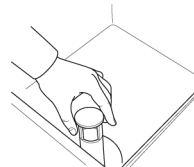

Abb. 12
- 5- Öffnen Sie die Tür und überprüfen Sie, ob sich alle internen Bestandteile, einschließlich des Überlaufs, an den jeweils dafür vorgesehenen Orten befinden. (Abb. 12).